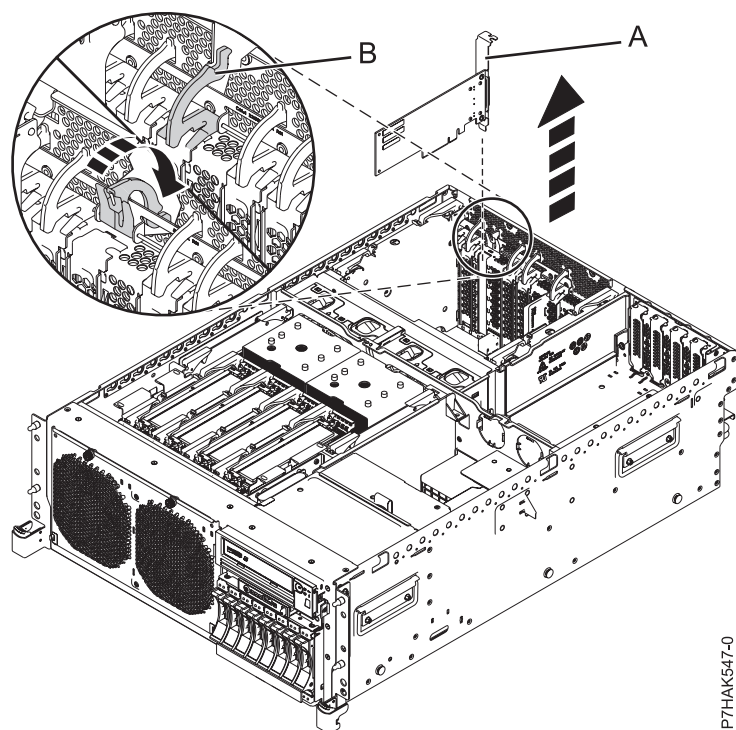
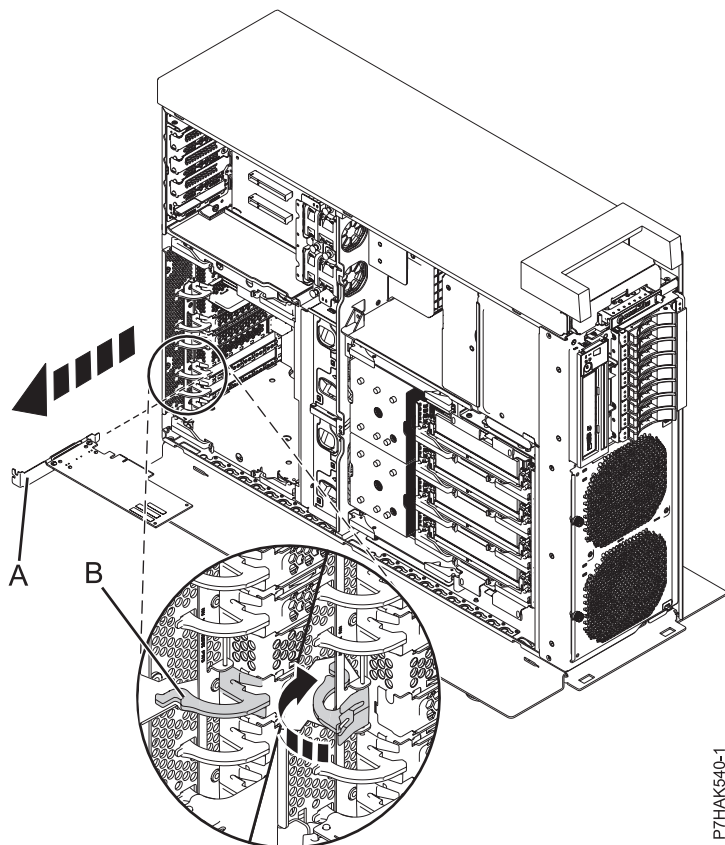

Figura 7. Remover um adaptador PCI de uma unidade de sistema instalada em bastidor
Figura 8. Remover um adaptador PCI de uma unidade de sistema autónoma
11. Se o trinco do adaptador (**B**) ainda não estiver na posição aberta, puxe o trinco para a posição aberta premindo-o para baixo no respectivo gancho na parte posterior do sistema, conforme demonstrado em Figura 7 na página 11 e Figura 8 na página 12.